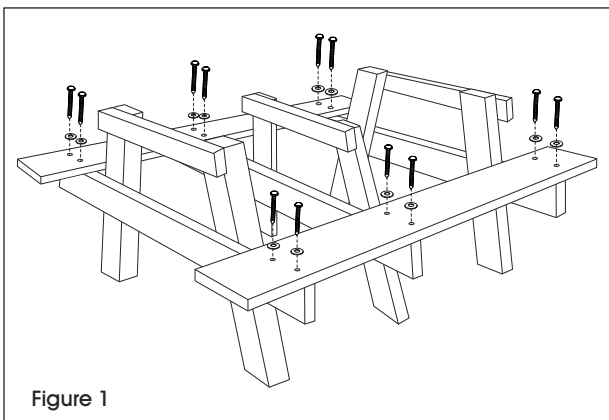

Figure 1
4. Fixez sans serrer les planches de siège à la base en A à l'aide des tire-fonds de 3 ½ po et des rondelles en utilisant la perceuse et la douille tournevis de 7/16 po (à bien visser plus tard à l'étape 6). (Voir Figure 1)